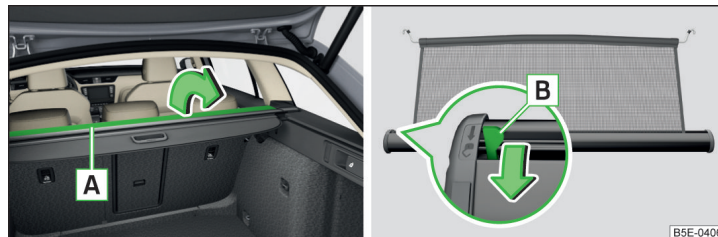

Fig. 144 Abrir la parte de la cubierta enrollable del maletero / Palanca para desbloqueo
- Abra la parte **A** de la cubierta enrollable del maletero en el sentido de la flecha » fig. 144.
- Replegar la parte **A** de la cubierta enrollable del maletero en el sentido contrario al de la flecha » fig. 144.
Si la red de separación se bloquea al extraerla, presionar la palanca de desbloqueo **B** en el sentido de la flecha » fig. 144.